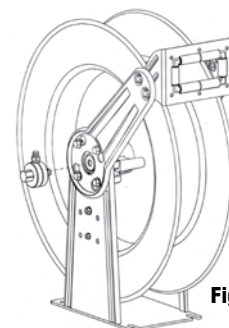

Figure 2
1. Enlevez la conduite d'alimentation du pivot (figure 2).